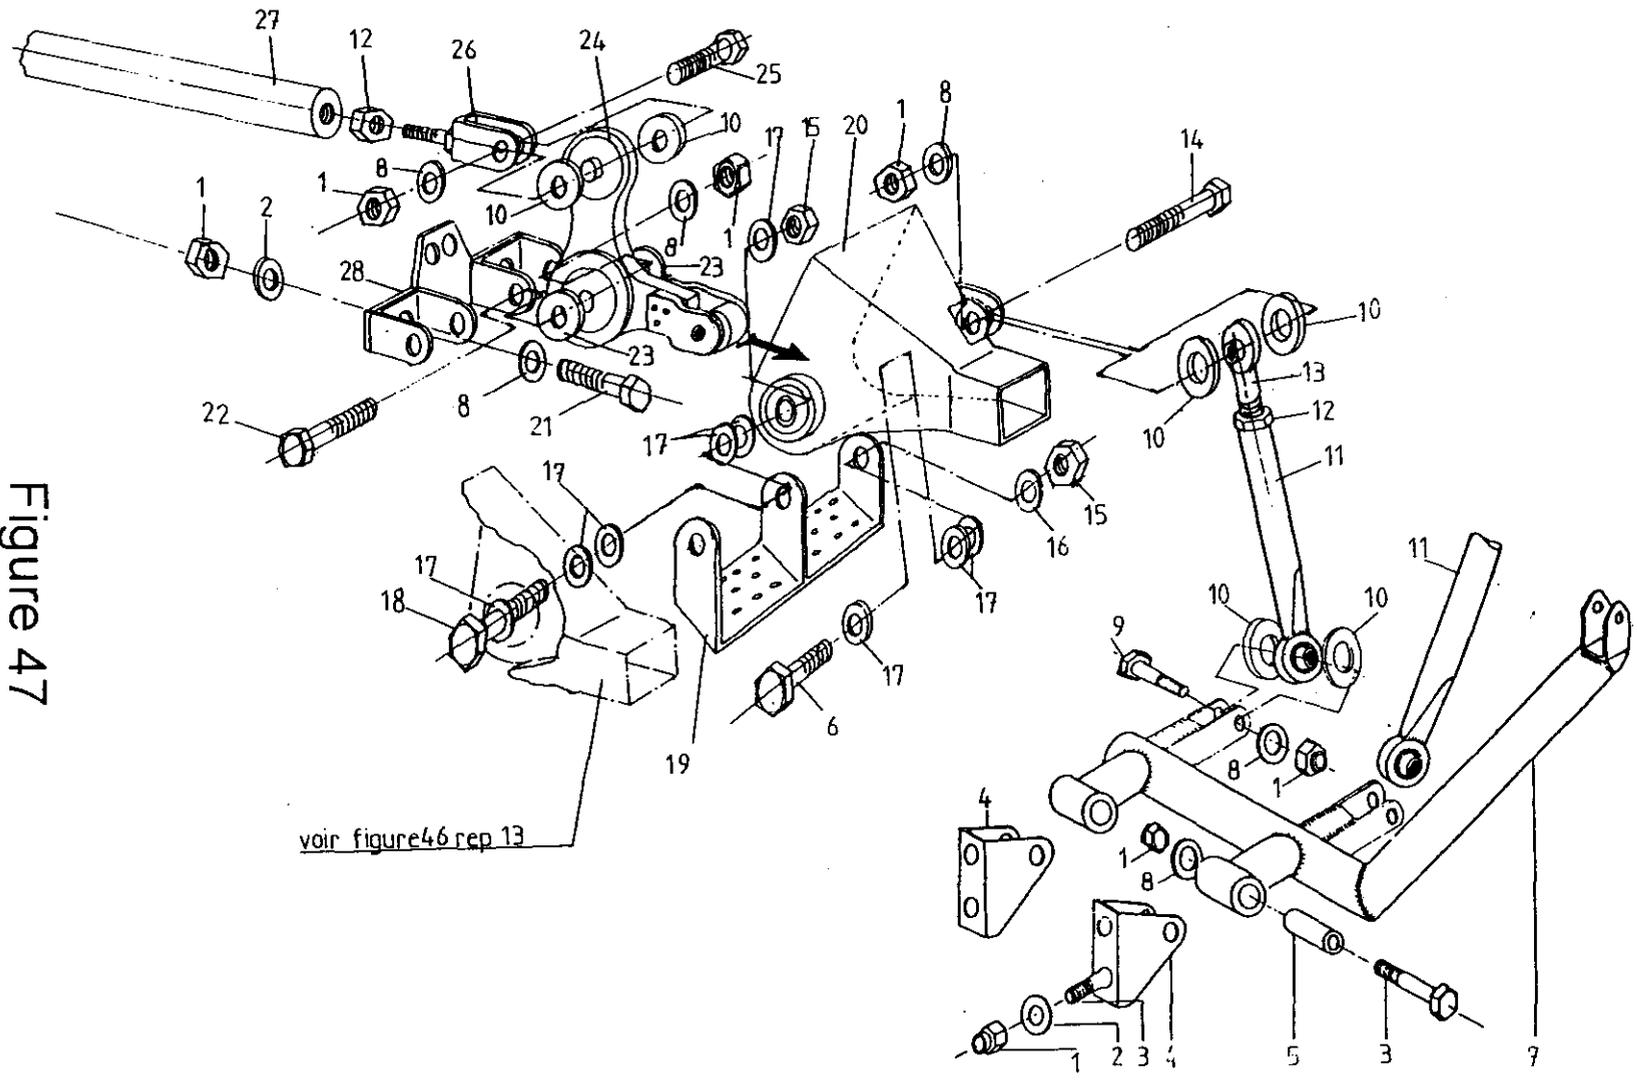

Figure 47
- Figure 47 : Branchement automatique des aérofreins